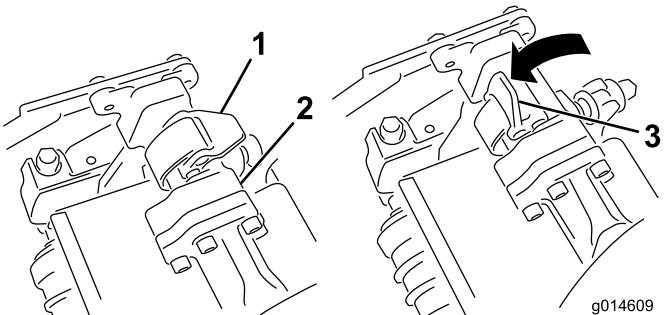
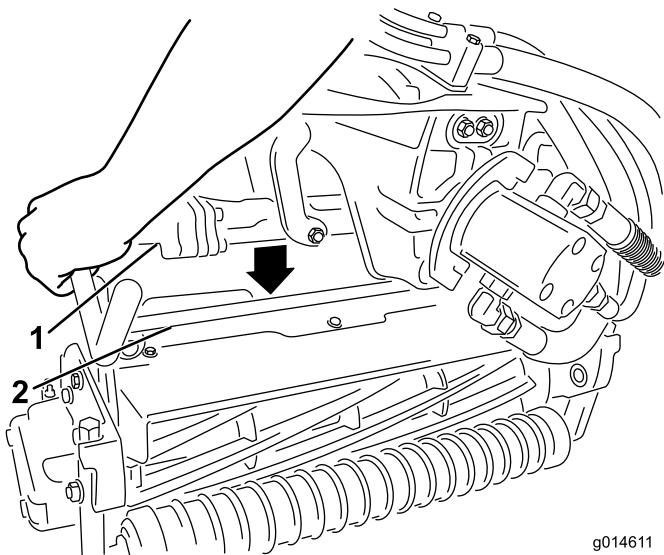

図13
図 14
9. サスペンションアームのバーについているラッチを上向き開いた状態にして(図13、サスペンションアームを押し下げて、バーを、カッティングユニットのバーの上に被せるよう)する図14。
10. ラッチを下げて閉じるとカッティングユニットのバーがロックされてユニットがアームにセットされる図 13。